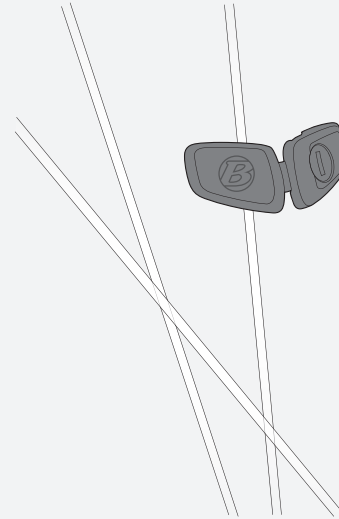

Figure 26. Serrez la vis.
1. Avec la partie marquée B tournée vers l'extérieur de la roue (Figure 26), enveloppez l'aimant autour d'un rayon.